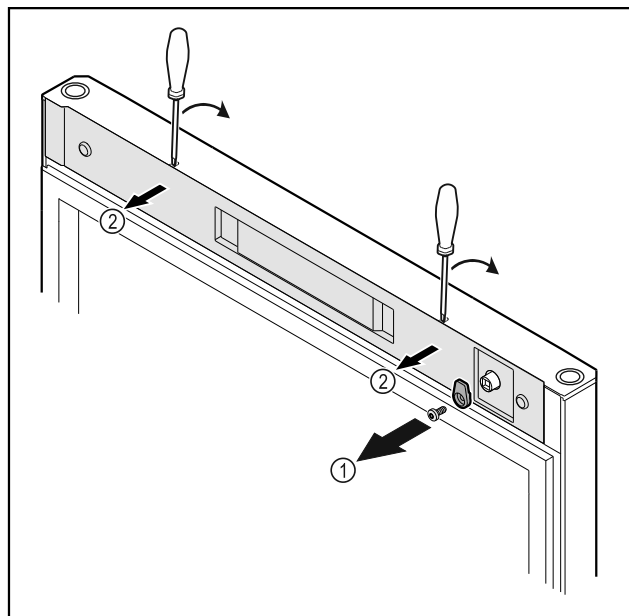

Fig. 20
- Odkręcić haczyk zamykający Fig. 20 (1).
- Osłonkę Fig. 20 (2) podważyć małym śrubokrętem i zdjąć.